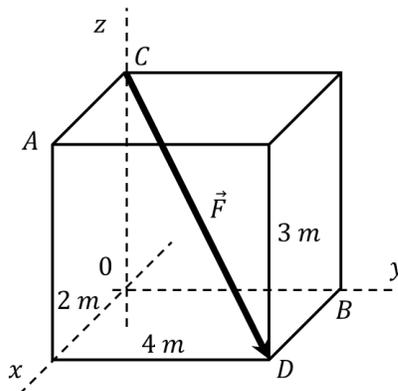

Fig. 3.3.
3.3.- Sobre un paralelepípedo se aplica una fuerza de módulo $\sqrt{29}$ (kN) en la dirección y sentido que muestra la Fig. 3.3. Determine los torques respecto de los puntos O, A y B. Luego calcule el torque respecto del eje x, eje y y de la recta \overline{AB} .